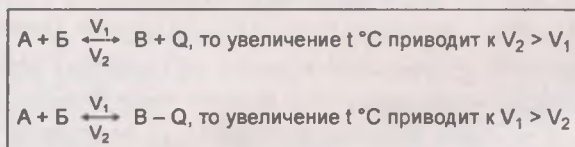

Рис. 15
- 3) **изменение температуры** — увеличение температуры смещает равновесие в сторону эндотермической реакции (реакции с поглощением теплоты) (рис. 15);